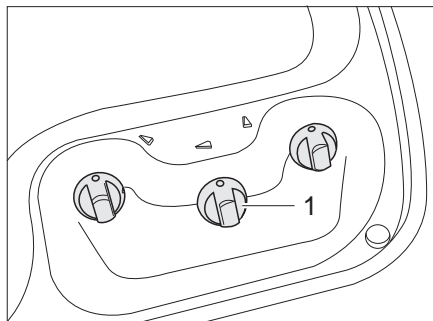
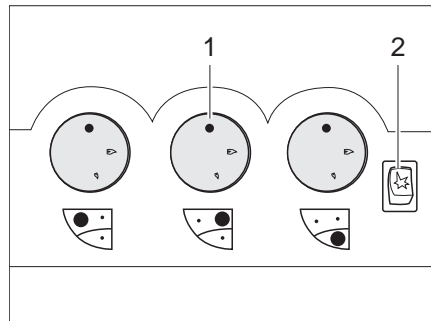

Bild 212 Reglage, knappar för gasspis (variant 1)
Bild 213 Reglage, knappar för gasspis (variant 2)
- Vrid vridregulatorn (Bild 212,1 eller Bild 213,1) till önskad låga till tändningsläge (stor låga).
- Om en tändknapp (Bild 213,2) finns tillgänglig: